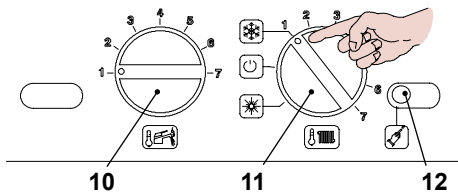

Fig. 7.9
- Posizionare il selettore 11 e la manopola regolazione sanitario 10 come in Fig. 7.9
Per settare la pressione di accensione del bruciatore bisogna entrare in programmazione premendo per 15 secondi il pulsante di ripristino 12 in Fig. 7.9 fino alla comparsa del parametro P01 sul display LCD; sul display LCD compare la seguente visualizzazione (la sequenza P01 si alterna -- -- --)
Per cambiare il settaggio ruotare la manopola regolazione temperatura sanitaria 10 in Fig. 7.9 e posizionarla sulla posizione prescelta vedi anche Figura 7.14
- Allo spostamento della manopola 10 in Fig. 7.9 corrisponde una visualizzazione dei parametri variati sull'LCD (per esempio la sequenza P14 si alterna a 160)